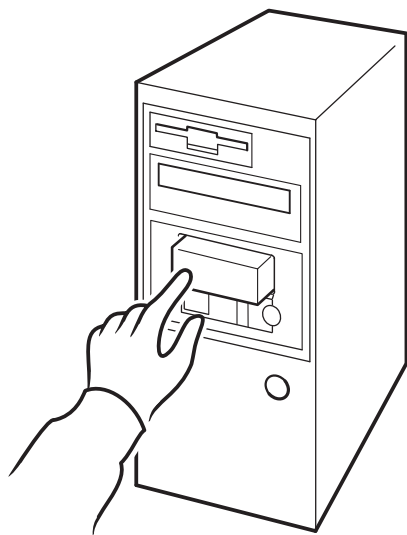

图 17a: hp obdr, 第 1 步
- 1 在磁带盒的插槽 1 中插入最新的启动盒式磁带并将其放入自动装载机中（请参见图 17a）。盒式磁带必须通过以 CD-ROM 格式写入数据的备份应用程序来写入。